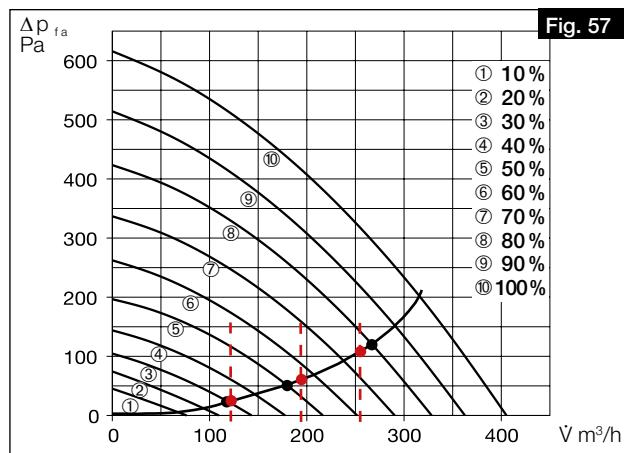

Fig. 57
1. Saisir les débits volumiques issus du l'étude pour les trois profils de ventilation „à la maison“, „en déplacement“ et „Ventilation intensive“ dans la courbe caractéristique de l'appareil pour l'air soufflé et extrait (voir Fig. 57).
① Nous recommandons d'enregistrer les valeurs suivantes dans les profils de ventilation :
2. À l'intersection des débits volumiques avec la courbe caractéristique du système, les performances du ventilateur à régler (en %) du profil de ventilation peuvent être lues approximativement. Il convient de les saisir dans le profil de ventilation correspondant à l'aide du logiciel easyControls ou de la commande KWL-BE Touch (voir Fig. 57 et Fig. 58).